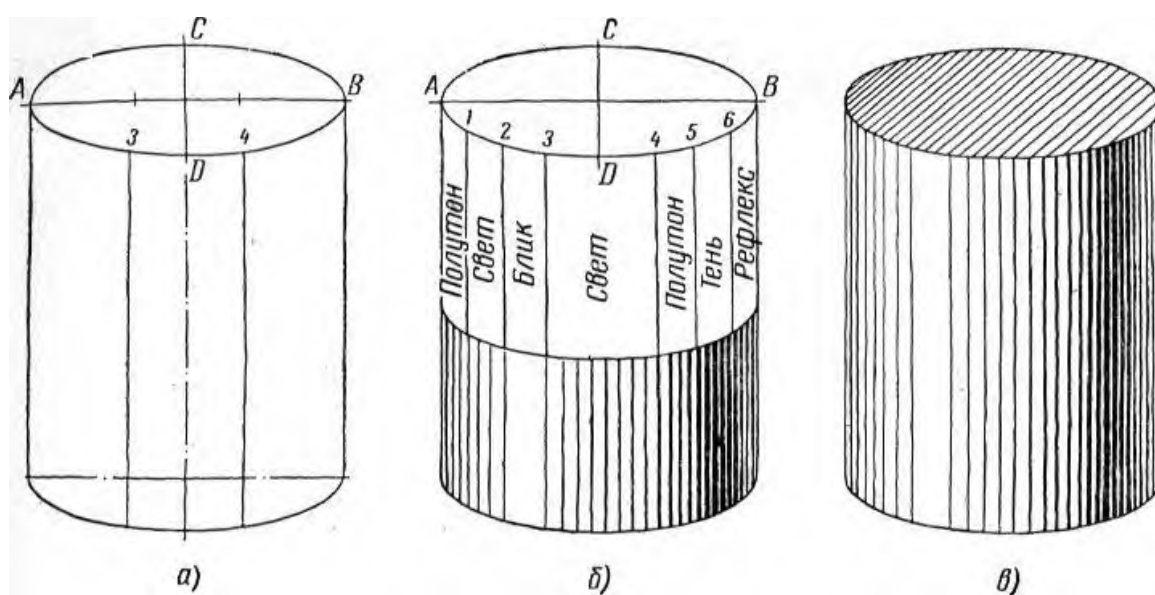

Рисунок 2
На поверхностях вращения нет резких переходов от света к тени, как на поверхности многогранников. На круглых телах свет мягко и постепенно переходит в полутон, а затем в тень. Распределение светотени на цилиндре. На цилиндрической поверхности штриховку наносят в виде образующих различной толщины. Для распределения светотени выполним следующее построение. Переднюю половину эллипса, расположенную на цилиндре (рисунок 2, а), разделим на три равные части точками 3 и 4. Левую часть эллипса АЗ и правую 4В разделим на три части точками 1, 2 и 5, 6 (рисунок 2, б). Затем через все шесть точек проведем образующие цилиндра, которые определяют места расположения светотени на цилиндре. После этого приступим к нанесению штриховки. Как правило, штриховку наносят с самой темной части предмета, т. е. с того места, где на рисунке 2, б указано слово «тень». Затем заштрихуем тонкими прямыми линиями места для получения рефлекса, света, оставив не заштрихованным место для блика. Далее проведем по намеченным прямым в теневой части яркие штрихи с постепенным ослаблением их в местах для полутонов, света и рефлекса (рисунок 2, в).
**ЗАДАНИЕ:** На листе формата А3 по своему варианту выполнить по двум заданным видам построение третьей проекции модели и ее аксонометрическую проекцию (образец построения см. на рис.2)
Первый способ. Сначала строят в тонких линиях аксонометрическую проекцию. Затем выполняют вырез, направляя две секущие плоскости по осям  $x$  и  $y$  (рис.2). Удаляют часть изображаемого предмета, после чего штрихуют сечения и обводят изображение сплошными толстыми линиями;